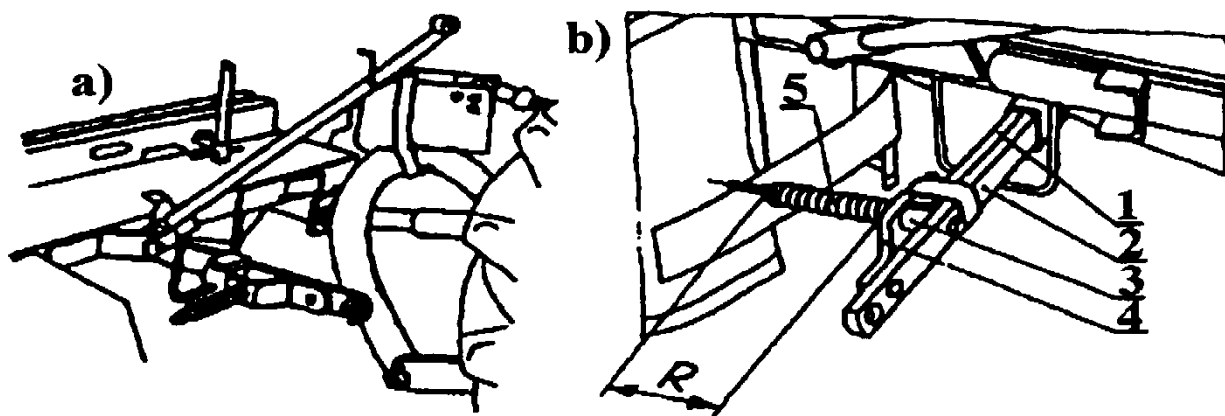

Рис. 3. Предохранитель косилки в положении:
- рама навески (7);
- центральная балка (17) вместе с узлом привода;
- главная рама (3);
- барабаны режущего узла (9);
- режущие ножи (10);
- комплект кожухов (кожухи приводного узла (6) и защитного фартука (1));
- предохранитель (Рис. 3).
**Предохранитель** (Рис. 3) обеспечивает защиту косилки от повреждения при столкновении с препятствием. Изменение момента срабатывания предохранителя производится при помощи прижимной пружины. После срабатывания предохранителя происходит отклонение рабочих узлов назад под углом около  $20^\circ$